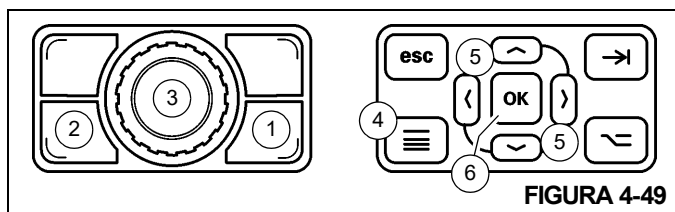

FIGURA 4-49
- Pressione o Botão de alternância de tela (1, Figura 4-49) no Botão rotativo para selecionar o controle de tela do ODM.
- Pressione o Botão Menu (4, Figura 4-49) na Placa de controle de navegação do ODM para ir para a Tela de menu.